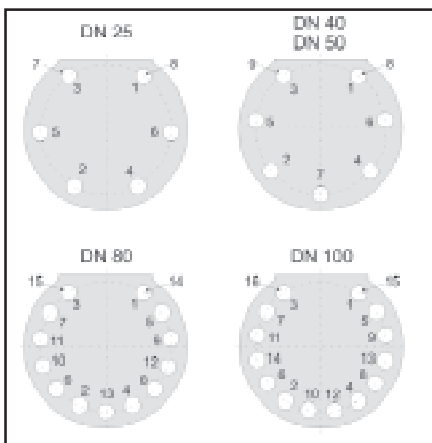

Bild 4 - Reihenfolge der Schraubverbindungen
**Hinweis:** Die Anzugsreihenfolge und die Anzugsmomente sind aus Bild 4 und Tabelle 2 für die jeweilige Nennweite ersichtlich.